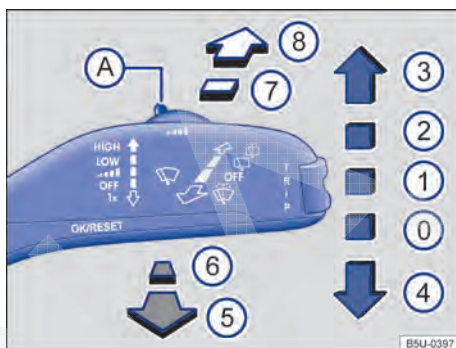

Fig. 63 Variante 1: comandar os limpadores / lavadores do para-brisa e o limpador / lavador do vidro traseiro.
Variante 1: temporizador dos limpadores do para-brisa. Com o interruptor → Fig. 63 (A) regular os níveis de intervalo (veículos sem sensor de chuva) ou sensibilidade do sensor de chuva (veículos com sensor de chuva).